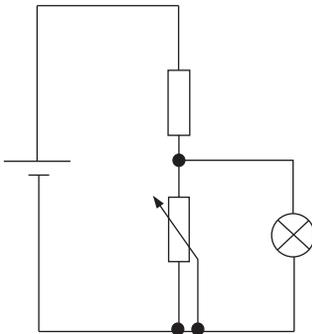

Abbildung 5: Schaltplan I
**2.2** Betrachten Sie den Schaltplan in Abbildung 5. Ergänzen Sie die Lücken der folgenden Aussagen.  (1 P)